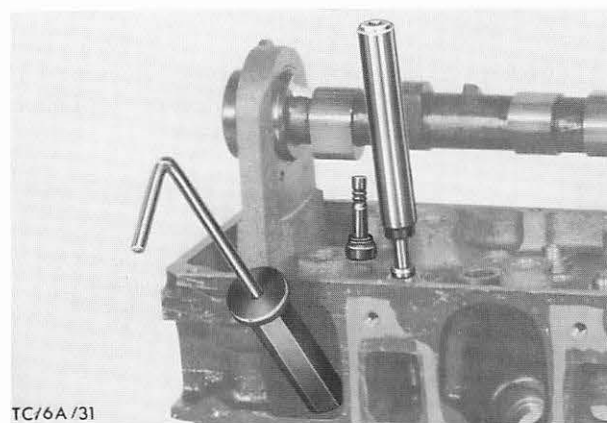

Abb. 262 Ölabschirmring mit Spezialwerkzeug 21-007 montieren
7. Ventil-Keilnuten mit Klebefolie abkleben. Neuen eingeöhlten Ölabschirmring mit Spezialwerkzeug 21-007 montieren, Abb. 262, und Klebefolie von Ventilschaft wieder entfernen. Ventildeder und Ventilteller aufsetzen, mit Spezialwerkzeug 21-005 herunterdrücken und Ventilkeile einsetzen. Ventildeder entspannen und Spezialwerkzeug abbauen.